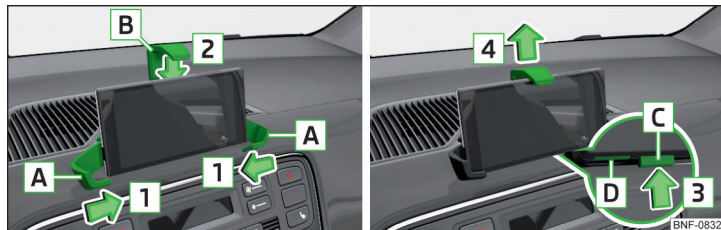

Fig. 79 Isætning af telefon / Aftagning af telefon
- › Sæt telefonen ind mellem armene **A**, skub den i pilens retning **1**, og fastgør på den måde telefonen » Fig. 79.
- › Tryk på knappen **C** i pilens retning **3**. Armen **B** bevæger sig til udgangspositionen i pilens retning **4** » Fig. 79.